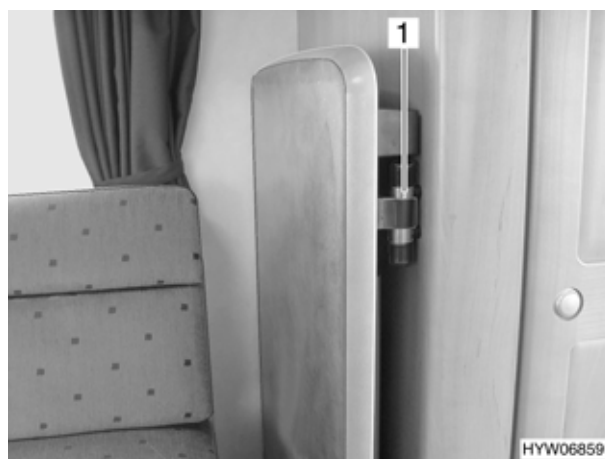

Fig. 5 Tavolo soggiorno fissato (B 634)
- Prima della partenza deporre il tavolo soggiorno a sinistra del vano WC e fissarlo all'apposito supporto (Fig. 5,1).